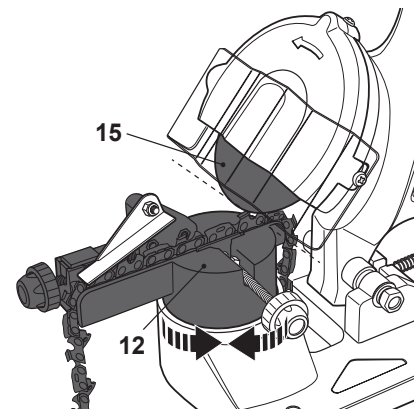

Fig. 5
- > Gire el tornillo de banco (12) a la derecha o a la izquierda para adaptar el ángulo de la cadena de la motosierra (fig. 5). Consulte con el fabricante de la cadena de la motosierra en caso de duda. El tornillo de banco (12) se bloquea a presión en incrementos de 15 grados (de 0 a 30 grados en ambos sentidos).